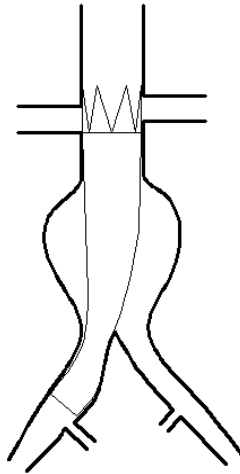

Fig. 8 Retirar por completo el sistema de entrega
5.13 Retirar el sistema de entrega por completo. (Fig. 8)